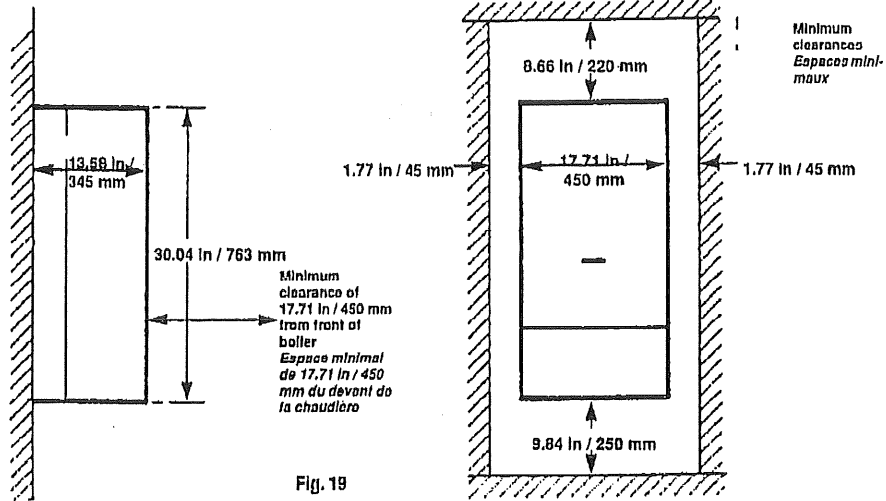

Fig. 19
4.2 CLEARANCES REQUIRED FOR SERVICING- Fig. 19
4.2 ESPACES NÉCESSAIRES POUR L'ENTRETIEN - Fig. 19